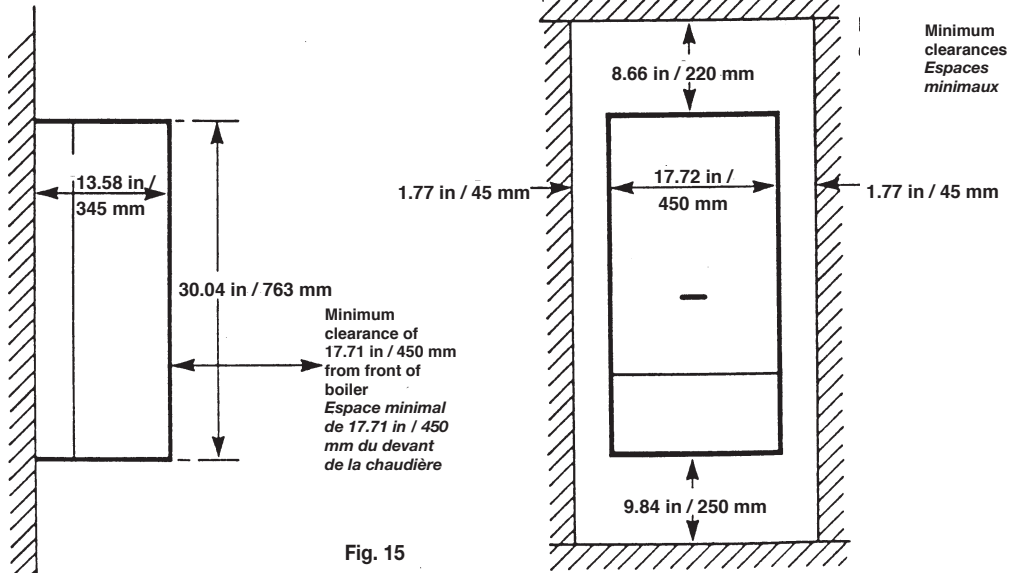

Fig. 15
4.2 CLEARANCES REQUIRED FOR SERVICING- Fig. 15
4.2 ESPACES NÉCESSAIRES POUR L'ENTRETIEN - Fig. 15